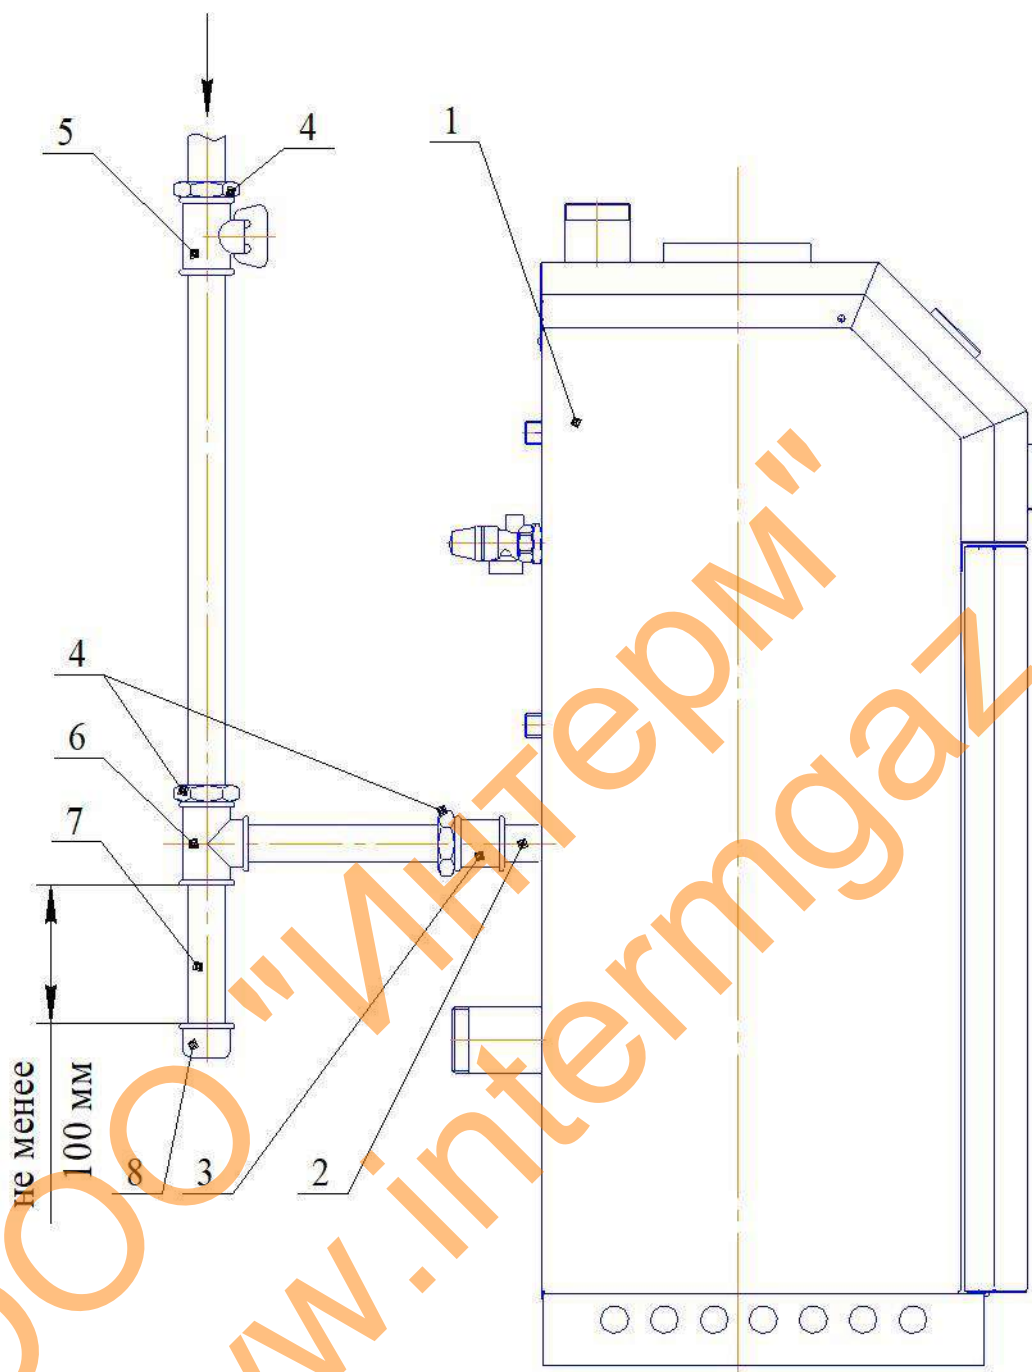

Рис. 9. Схема подсоединения котла к газопроводу.
5.7 На газоподводящей трубе перед котлом обязательно должен быть установлен газовый кран, перекрывающий доступ газа к котлу /см. рис. 9/.
5.8 Рекомендуется на входе газопровода в котел устроить ловушку-отстойник /см. рис. 9/.
2 На входе в котел /клапан/ обязательно нужно устроить конденсатную ловушку- отстойник /см. рис. 9 /.